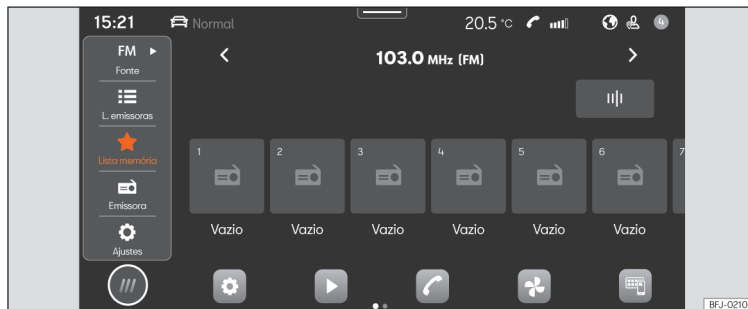

Fig. 126 Esquema: Vista Rádio
- Pressione **HOME** > > **Fig. 126**.